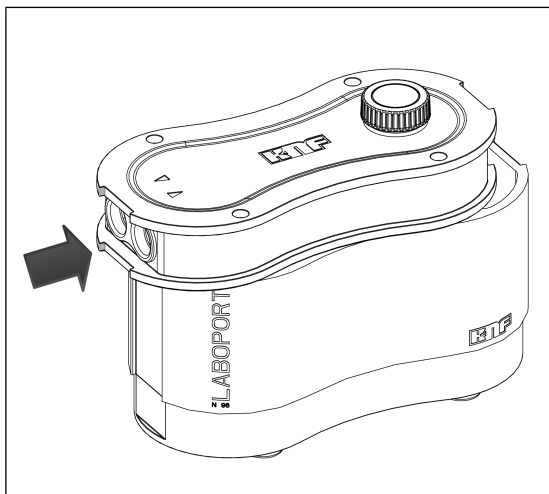

Fig.12: Spingere il coperchio della carcassa sui raccordi gas (chiudere la pompa)
2. Spingere il coperchio della carcassa (2) sui raccordi del gas finché la forma geometrica del coperchio della carcassa (2) non corrisponde con quella della carcassa della pompa (3) (vedere Fig. 12).